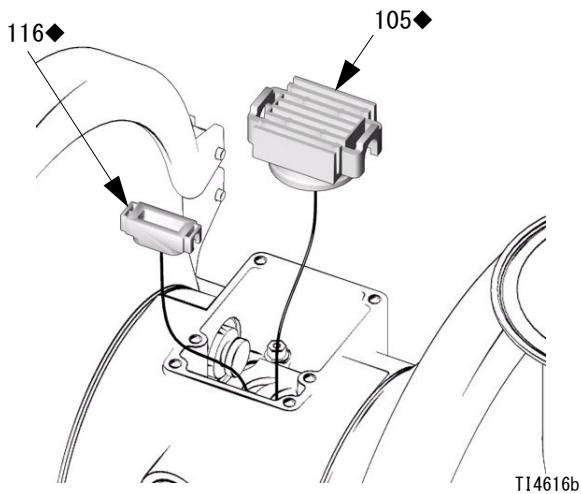

図 11
6. パイロットブロック (116) の下の面にグリースを塗り、そのタブがパイロットピン (114) の端の溝にはまるように取り付けます。図 11 を参照のこと。
7. バルブキャリッジ (105) の下の面にグリースを塗ります。図 11 を参照のこと。
8. バルブキャリッジ (105) を、そのタブがアクチュエータピストン (111) の細い端の溝にはまるよう取り付けます。図 11 を参照のこと。